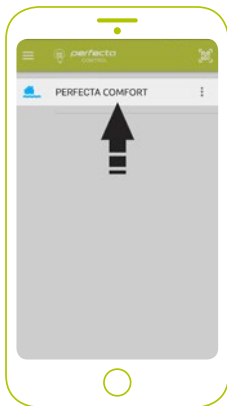

Abb. 30. Ein der Applikation hinzugefügtes Alarmsystem.
11. Das konfigurierte PERFECTA COMFORT System wird auf dem Bildschirm angezeigt. (Abb. 30.)